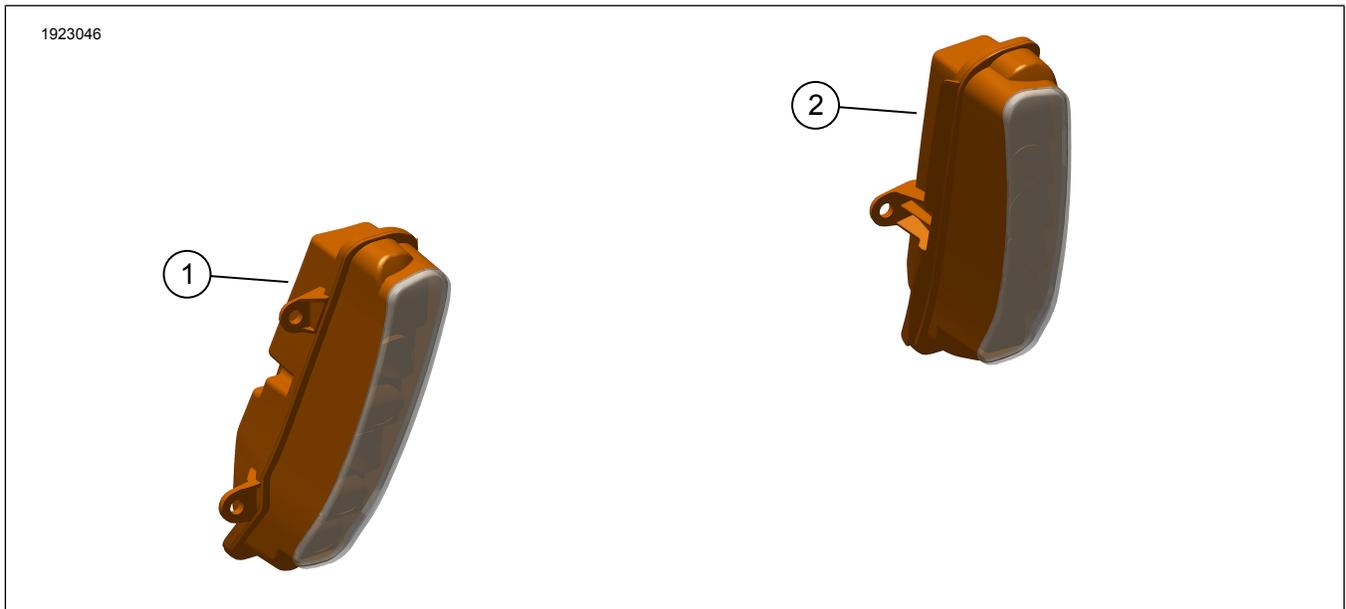

Figure 1. Contenu du kit : Kit de feux antibrouillard inférieurs de carénage
1. Voir la figure 1. Localiser le feu antibrouillard gauche (2) du kit.